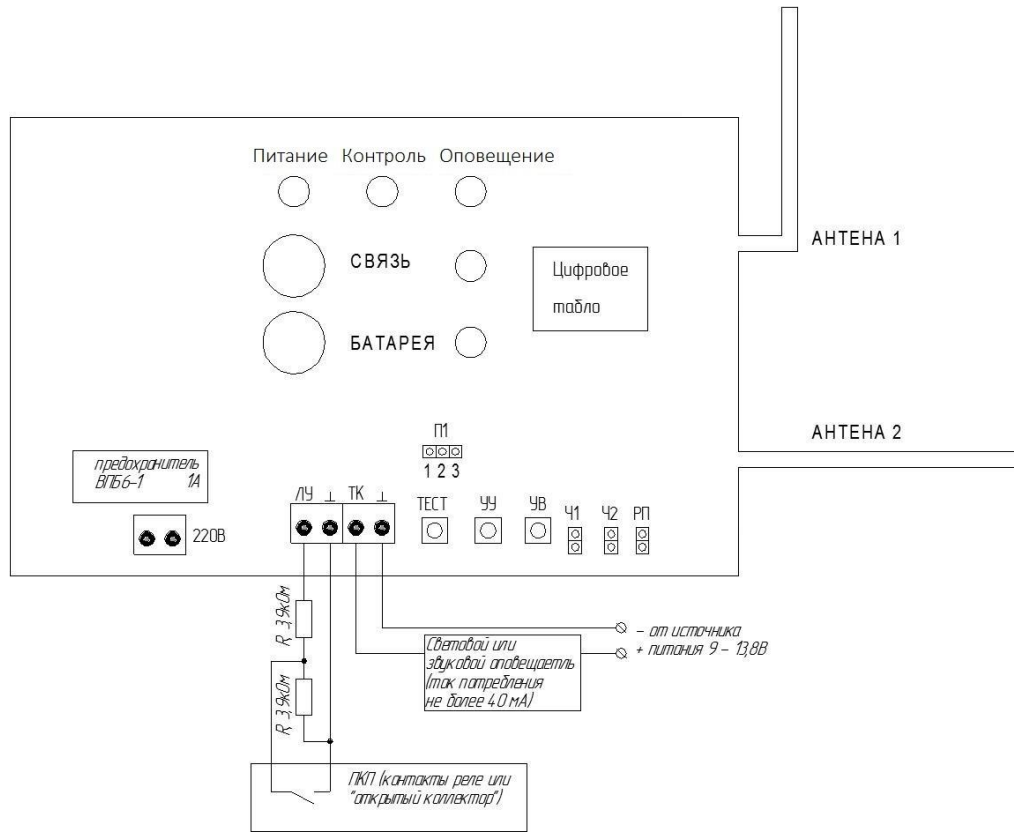

Рисунок 1. Схема подключений прибора С-КЛ исп.Р
5.4. Прибор устанавливается на объекте в таком месте, где он защищен от воздействия атмосферных осадков, механических повреждений и доступа посторонних лиц. Электрические соединения прибора при установке производятся в соответствии со схемой подключения (рис. 1).
Перед началом программирования прибор должен быть подключен к сети 220В, АКБ и включен в дежурный режим работы. Две антенны должны быть присоединены к прибору согласно рис. 1.